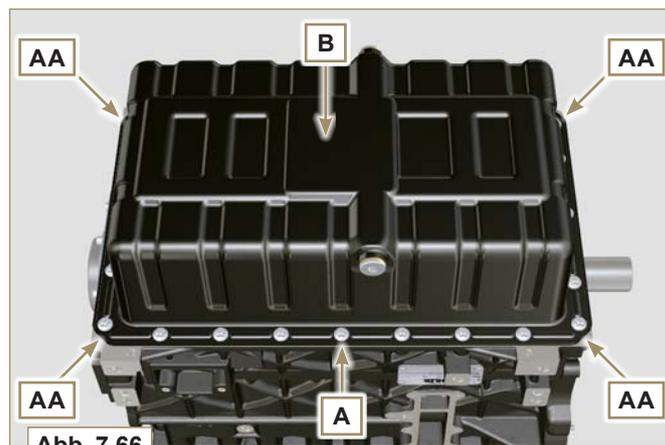

Abb. 7.66
- Zum Heben des Zylinderkopfs **Q** ausschließlich beide von **KOHLER** vorgesehenen Ringschrauben **AE** verwenden (siehe **Abb. 7.66**).